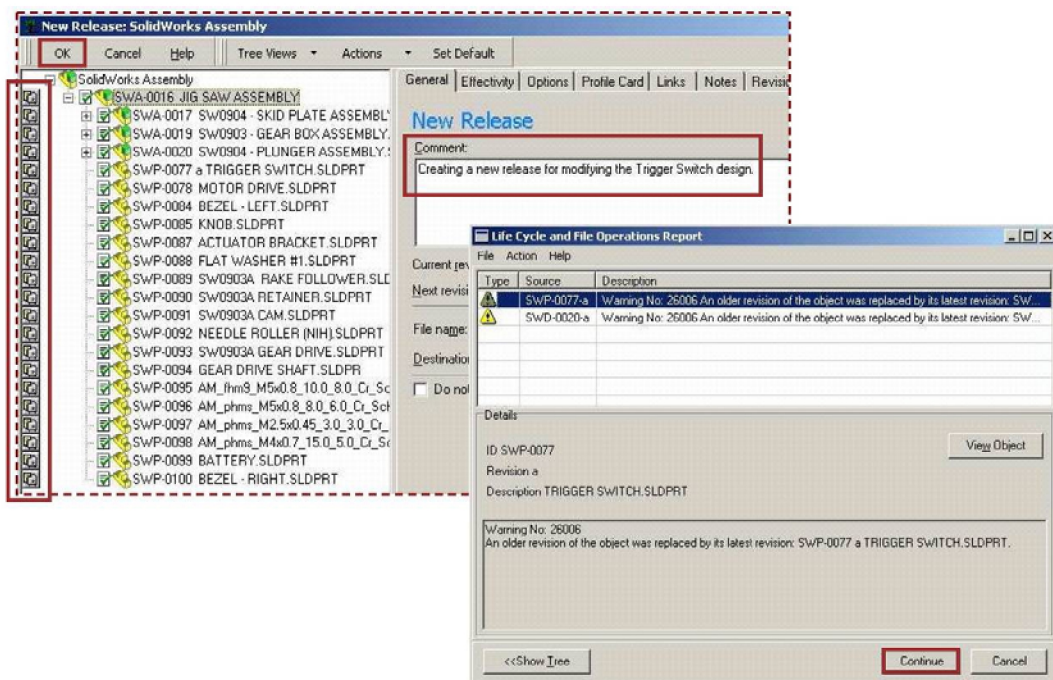

Рис.69. Окно «Life Cycle and File Operation Report»
- Нажмите «Continue» (рис. 69).